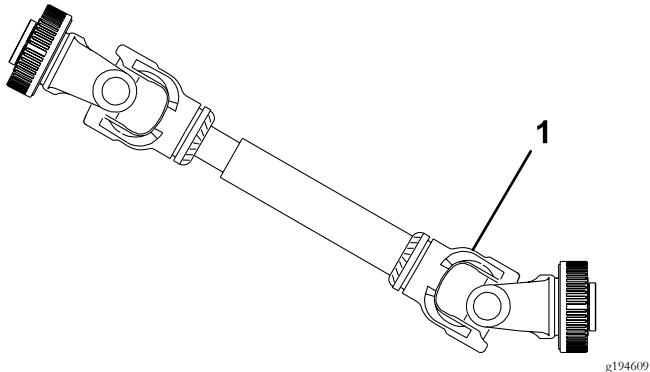

图25
**重要事项** 当连接 PTO 时确保打孔机没有提升到必要高度以上。机器提升得太高会导致 PTO 轴转向节断裂图25。PTO 的向上操作角度可达 25°但当打孔机处于其最高位置时角度切勿超过 35°否则可能对 PTO 轴造成严重损坏。